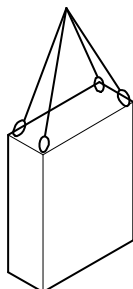

Fig. 7
1. Accrocher les cordes, sangles ou balancelles multipoints conformément à Fig. 7.